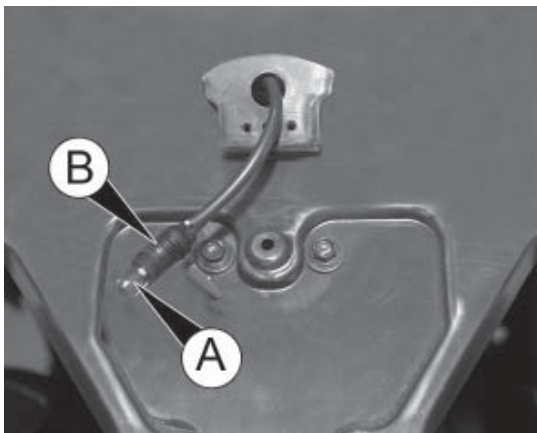

fig. 7
- scollegare la lampada A fig. 7 dal portalampada B.
- sostituire la lampada danneggiata e ricollegare la nuova lampada al portalampada B fig. 7, accertandosi che sia ben inserita;